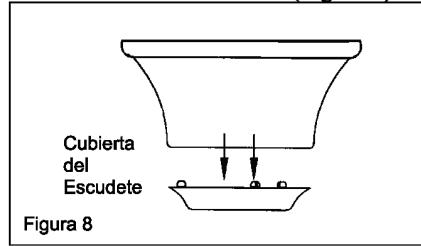

Figura 8
3. Remover la cubierta decorativa en la parte de abajo del escudete presionando los 3 botones de la cubierta (Figura 8).